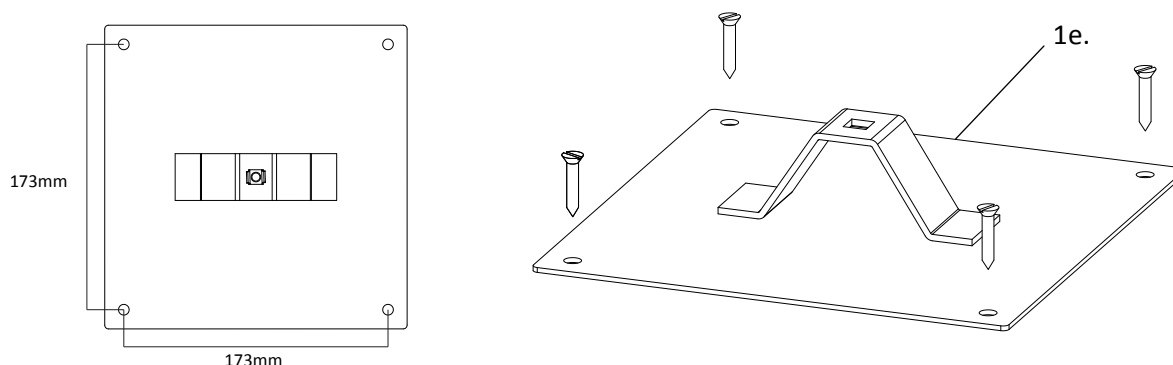

Figura 5: Fixação do suporte.
Passo 3: Fazer marcações e 4 furos no chão com broca Ø8mm respeitando a distância da Figura 5.